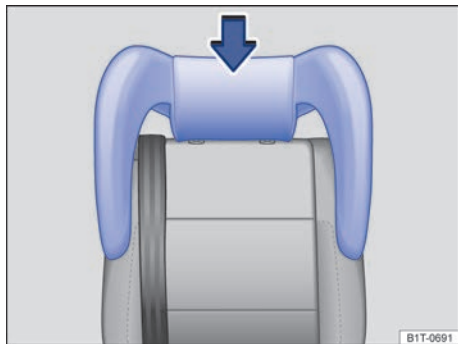

Fig. 105 Asiento integrado para niños: montaje de los apoyacabezas laterales.
El asiento integrado para niños puede equiparse con un *apoyacabezas con elementos laterales* → fig. 105.
- Introduzca el apoyacabezas del asiento para niños en las guías del respaldo trasero correspondiente hasta que encastre correctamente → fig. 105.